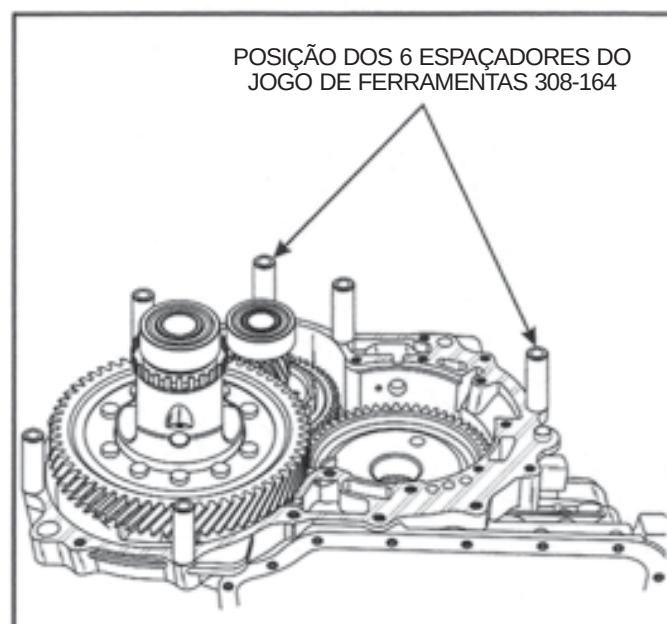

Figura 137
52. Coloque os 6 espaçadores do jogo de ferramentas para seleção de calços (308-164) nas posições indicadas na Figura 137.